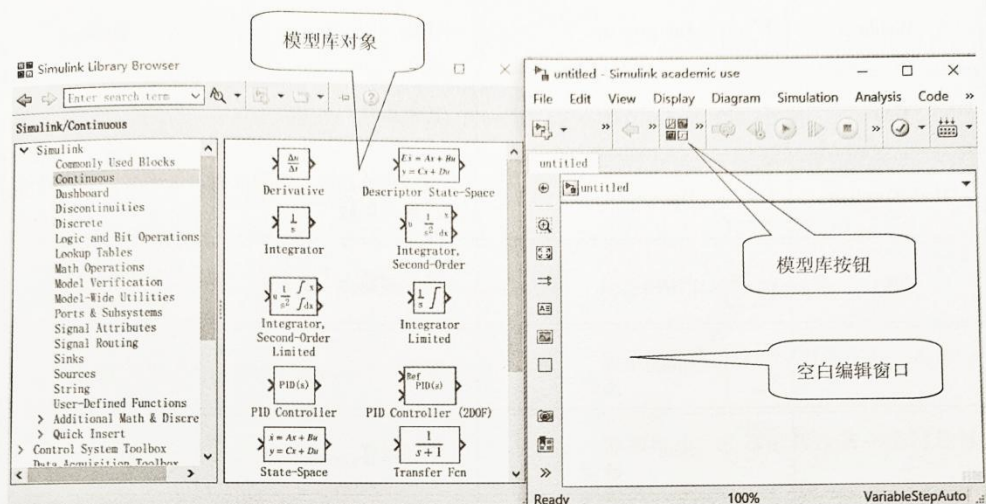

图 3.1.2 模型库及编辑模型窗口
(2) 在空白的仿真模型窗口工具栏上，单击模型库按钮，即可打开系统中预置的图形库，如图 3.1.2 所示。